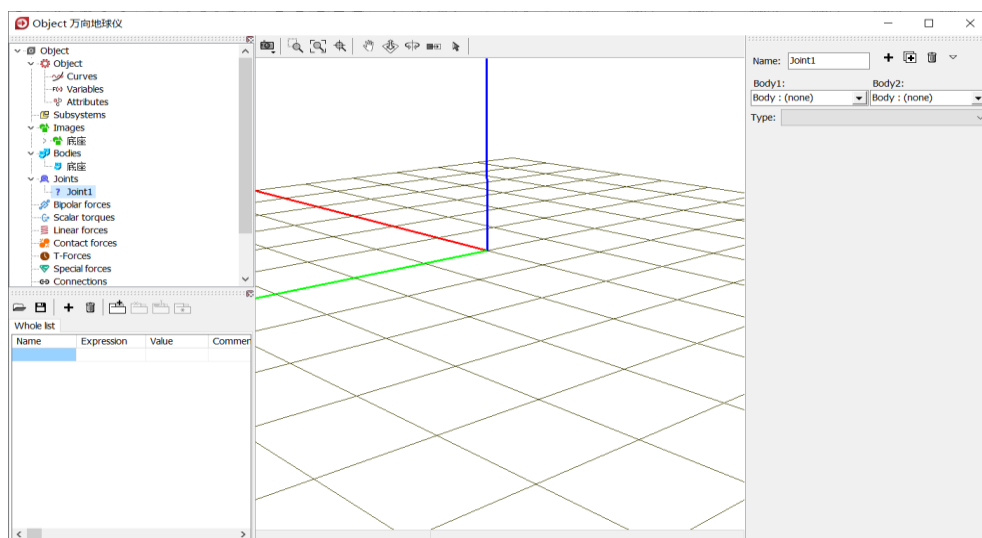

图 2-13
7) 这样，我们就创建了一个铰，系统自动命名为 **Joint1**，如图 2-13。